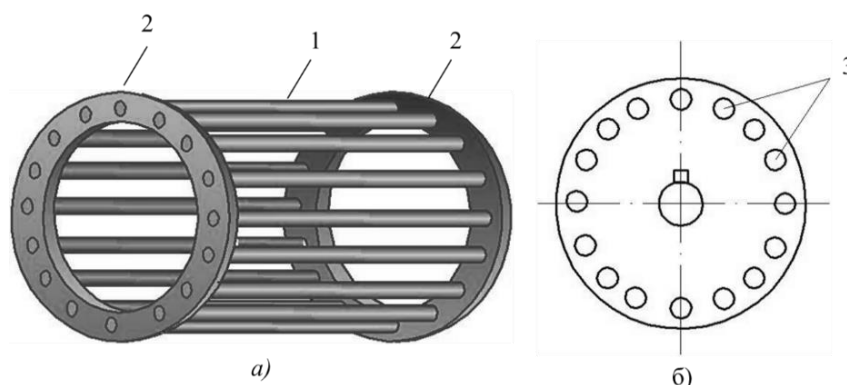

Рис. 2.22. Детали магнитопровода статора: а – магнитопровод в собранном виде; б – стальная пластина
**Статор** – полый цилиндр из *стальных пластин* (рис. 2.22, б), изолированных друг от друга, образуя неподвижную часть магнитопровода (рис. 2.22, а). Пластины стягиваются болтами. Магнитопровод статора закрепляется в стальном или алюминиевом корпусе двигателя.